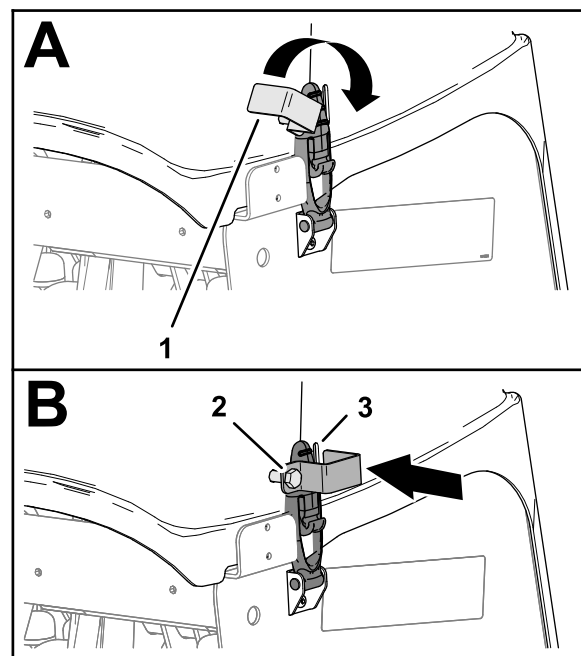

図 143
3. CE 向けラッチロック搭載マシンでは、ロックプレートのコアリングヘッドカバーの側面にあるスロットに嵌める 図 143。
4. ロックプレートのボルトを締め付ける 図 143。